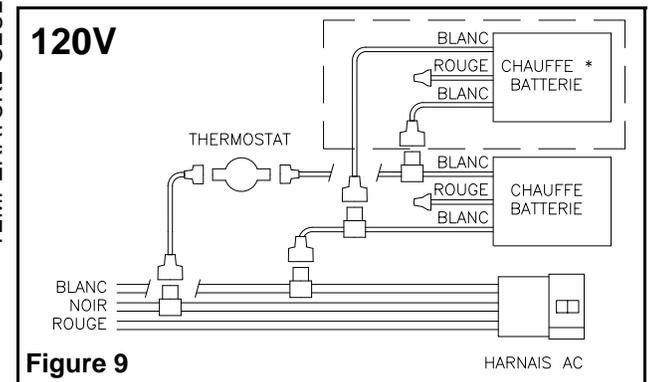
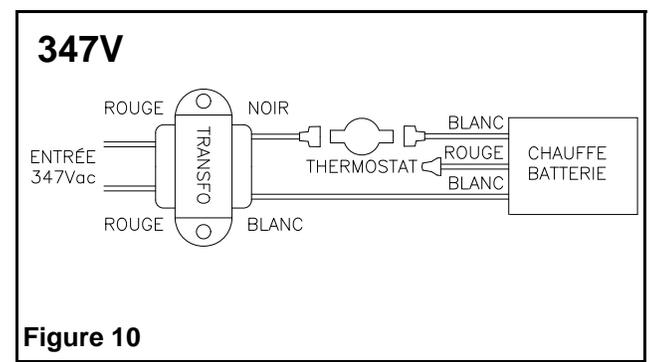

Figure 9
Figure 10
- b. Se référer à la figure 9 pour l'alimentation 120V C.A. et à la figure 10 pour l'alimentation 347V C.A. Utiliser les connecteurs spéciaux fournis avec l'unité pour raccorder le chauffe batteries au cordon d'alimentation. Isoler les fils non utilisés.